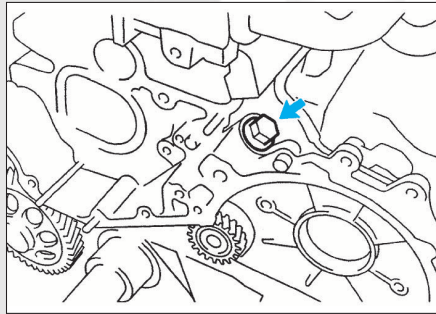

FIG. 39
- déposer le bouchon de remplissage et verser 50 cm3 d'huile moteur dans l'orifice (fig. 39).